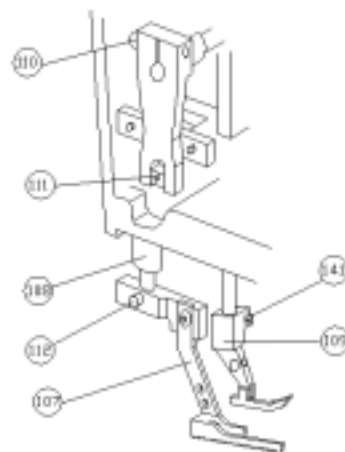

FIG. 43
Insérez le pied de la pression mécaniquement mis en action (107) dans sa barre, dans un cycle de la machine dans quels pieds que le chien est au-dessous de la plaque de la gorge. FIG. 43. Ajustez le joint du coude pour obtenir une distance d'approximativement 0.3 mm entre le guide et la pression le support du transport (108). Une fois cela a été fait, bloquez le pied qui devrait se reposer sur la plaque de la gorge et mettre parallèle à lui. Insérez le mécanisme du point (voyez sec.26) et le pied de la pression articulé (109) dans la barre. Tournez la main roue pour apporter le chien aux pieds au point le plus bas de son coup. Arrangez le pied de la pression (109) en le poussant sur la plaque de la gorge et chèque que c'est parallèle au pied de la pression mécaniquement mis en action et la plaque de la gorge. Chèque qui les deux pieds de la pression (107 - 109) montée la même distance au-dessus de la plaque de la gorge. Cette distance peut être ajustée par la vis (141). FIG. 43.